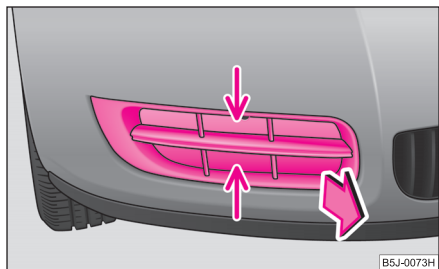

Abb. 166 Vordere Stoßfänger: Schutzgitter
- Greifen Sie das Schutzgitter an der mit Pfeil gekennzeichneten Stelle an und nehmen Sie es heraus ⇒ Abb. 166.